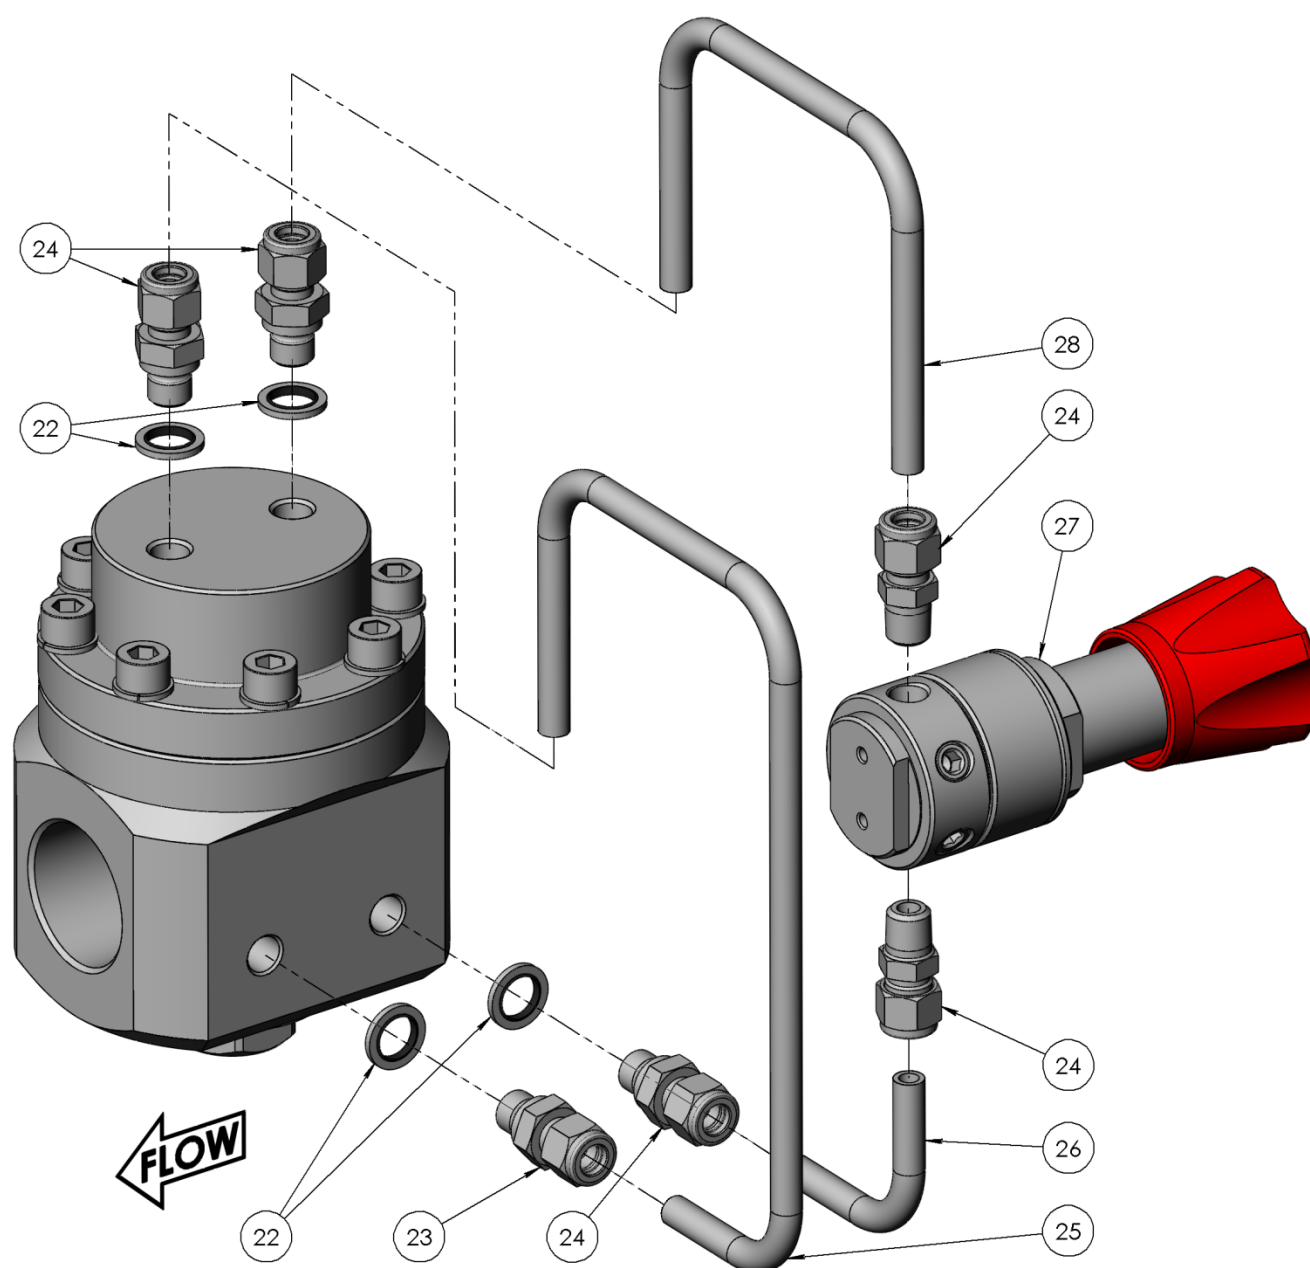

図 8
12. ドーム・プレート(16)をダイヤフラム(15)の中央にセットした後、ドーム(17)を被せます。ドーム・ポートの向きは、図 8 を参照してください。
14. 供給チューブ(26)、ドーム・チューブ(28)、パイロット・レギュレーター(27)があれば、ボディ(9)の一次側ポートに取り付けます(図 8 参照)。
15. ブリード・チューブ(25)があれば、ボディ(9)の二次側ポートに取り付けます(図 8 参照)。ブリード継手(23)は、その内部レデュースド・オリフィスで識別することができます。